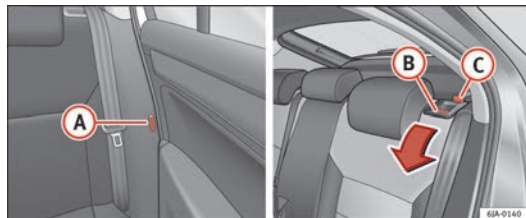

Fig. 73 Sbloccaggio dello schienale
- Introdurre la linguetta della cintura di sicurezza nel foro **(A)** ⇒ fig. 73 situato nel lato corrispondente del veicolo: posizione di sicurezza.